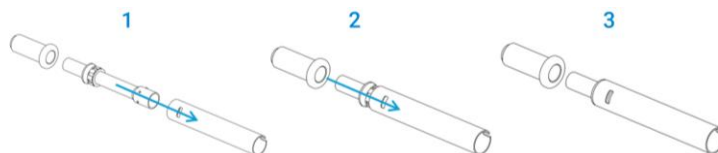

Abbildung 12 Darstellung der Montage des Keramik-Außenrohrsets
1. Führen Sie das Mittelrohr vorsichtig in das Keramik-Außenrohr ein, bis es den Polymeradapter berührt. Siehe Abbildung 12.